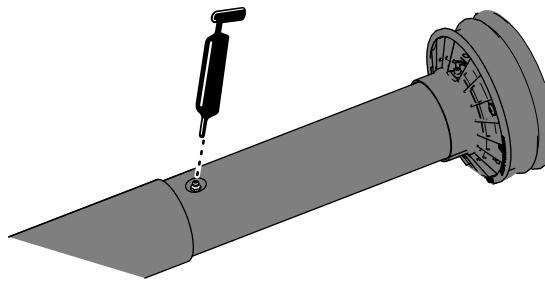

Рисунок 10
- Частично выдвиньте приводной вал механизма отбора мощности, чтобы получить доступ к масленке для консистентной смазки рядом со средней частью встроенного кожуха приводного вала (Рисунок 10).
- Заправьте консистентной смазкой масленку для консистентной смазки телескопического соединения приводного вала, как показано на Рисунок 10.